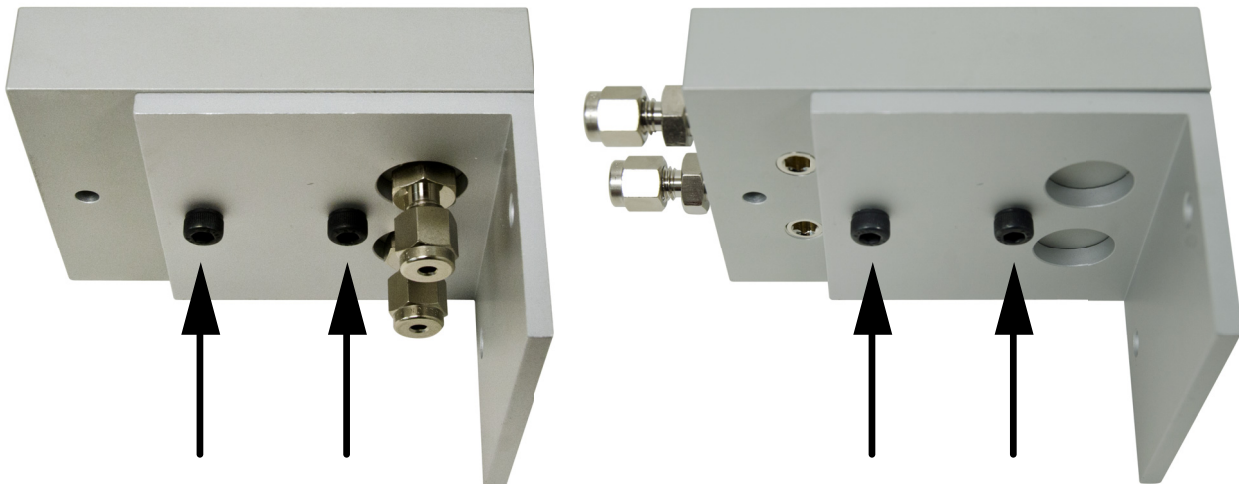

Abbildung 10. Montierte Sechskantschrauben
- b Montieren Sie die Sechskantschrauben mit der Hand von unten nach oben, bis sie handfest angezogen sind (**Abbildung 10**).